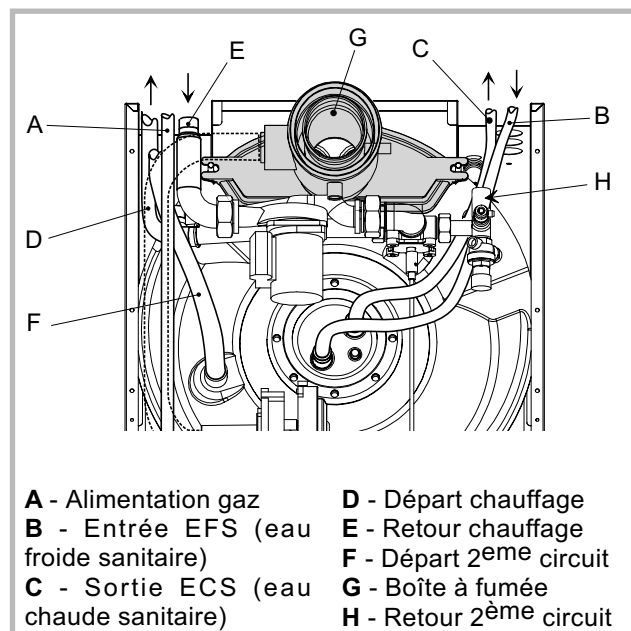

Figure 14 - Dégagement des tuyauteries nécessaire au démontage de la boîte à fumée.
**ATTENTION :** la boîte à fumées est démontable pour l'entretien du corps de chauffe. Toutes les tuyauteries de raccordements gaz, chauffage et sanitaire devront passer au moins à 10 cm au dessus de la laine de verre supérieure ou de préférence sur le côté de la boîte à fumée (fig. 14).